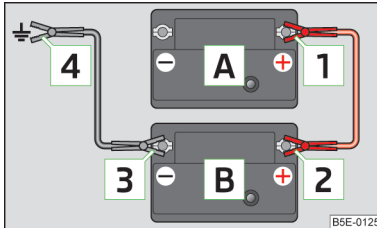

Abb. 149
- Die Klemme **1** am Pluspol der entladenen Batterie **A** » Abb. 149 befestigen.